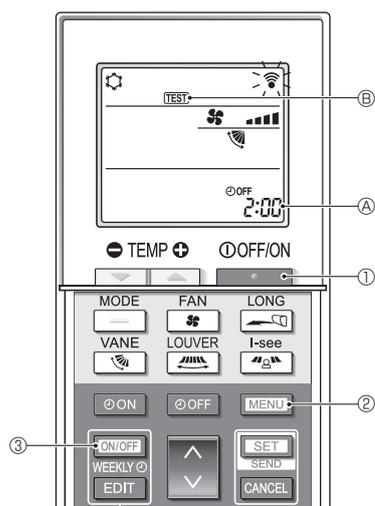

Fig. 7-5
■ Testkørsel (Fig. 7-5)
- Tryk på [TÆND/SLUK]-knappen ① for at stoppe klimaanlægget.
- Hvis ugetimeren er aktiveret (WEEKLY er slået til), skal du trykke på [ON/OFF WEEKLY]-knappen ③ for at deaktivere den (WEEKLY er slået fra).
- Tryk på [MENU]-knappen ② i 5 sekunder.
- Tryk på [MENU]-knappen ②.